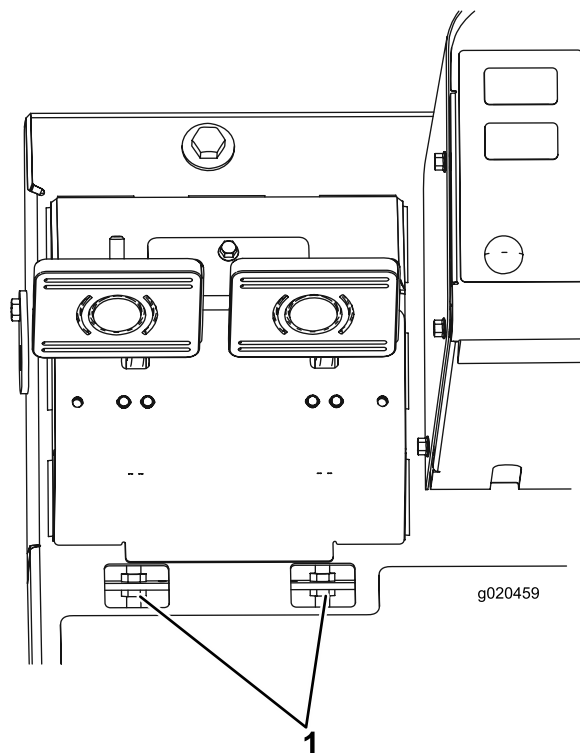

Figura 97
- B. Afloje la tuerca delantera del extremo roscado del cable de freno (Figura 97).